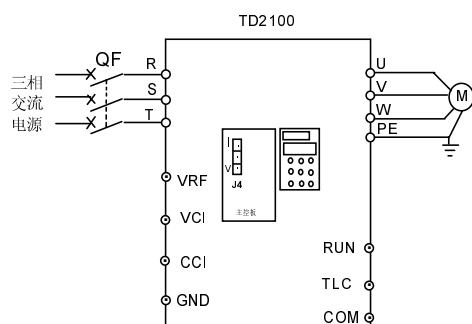

图4—3 面板控制运行配线图
如图4—3所示。
- (1)按图4—3接线后上电；
- (2)用PANEL/REMOTE键切换到面板控制方式；
- (3)按PRG键进入编程状态；
- (4)读F00参数，修改为1；
- (5)读F02参数，并修改为30Hz；
- (6)读F03参数，修改为0；
- (7)读F24参数，修改为0；
- (8)按PRG键回到停机状态；
- (9)按RUN键运行；
- (10)按STOP键减速停止；
- (11)断电。